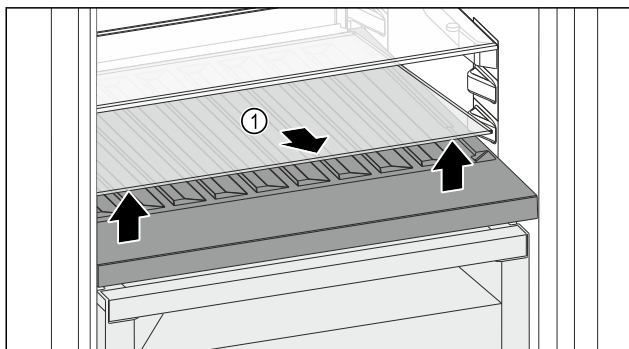

Fig. 166
- Ngrini lart përpara pllakën e xhamit Fig. 166 (1) të foleja dhe tërhiqeni jashtë.
- Ruani të sigurt pllakën e xhamit Fig. 166 (1) jashtë pajisjes.
- Vendoseni pllakën e xhamit (2) nën raftin mbajtës të ndryshueshëm të shisheve.